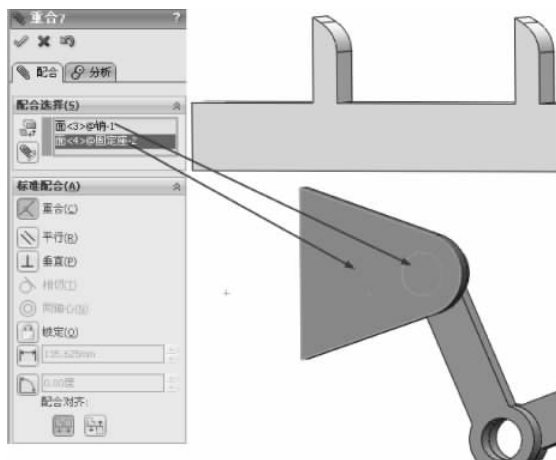

图 3-227 重合配合
(16) 继续进行配合约束,选择【标准配合】选项组下的【重合】配合类型,在【要配合的实体】选择框中选择如图 3-227 所示的面,其他保持默认,单击【确定】按钮,完成重合配合。